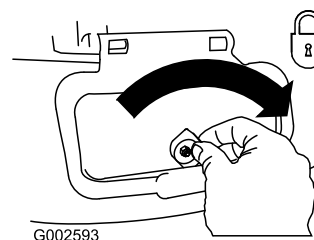

Figure 31
**Important:** Verrouillez le volet d'éjection latérale après l'avoir fermé (Figure 31).